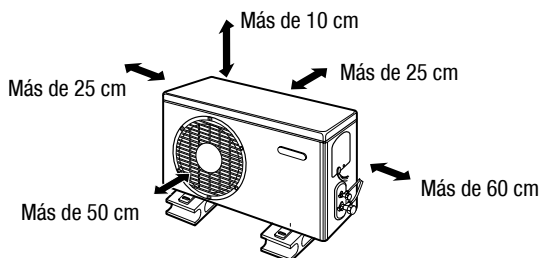

ilustración 25
- Asegúrese que la separación en la parte posterior sea de más de 25 cm. y el del lado izquierdo sea de más de 25 cm. El frente de la unidad debe estar a más de 50 cm. de separación y el lado de la conexión (derecha) debe estar a más de 60 cm. de separación. (Ilustración 25)